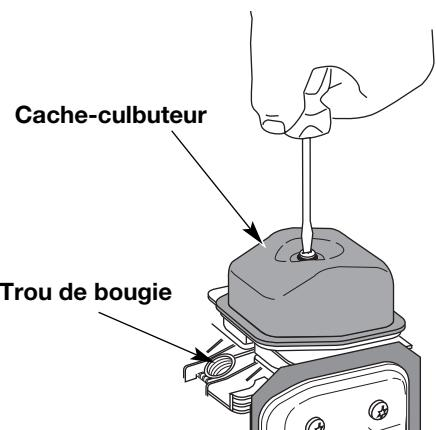

Fig. 25
- 6. Nettoyez toute saleté autour du cache-culbuteur. Retirez la vis retenant le cache-culbuteur à l'aide d'un tournevis à lame plate large ou à mèche no. T-25 Torx (Fig. 25). Enlevez le cache-culbuteur et le joint.
- Le piston est au sommet de sa course lorsqu'on regarde par le trou de la bougie (Fig. 25)